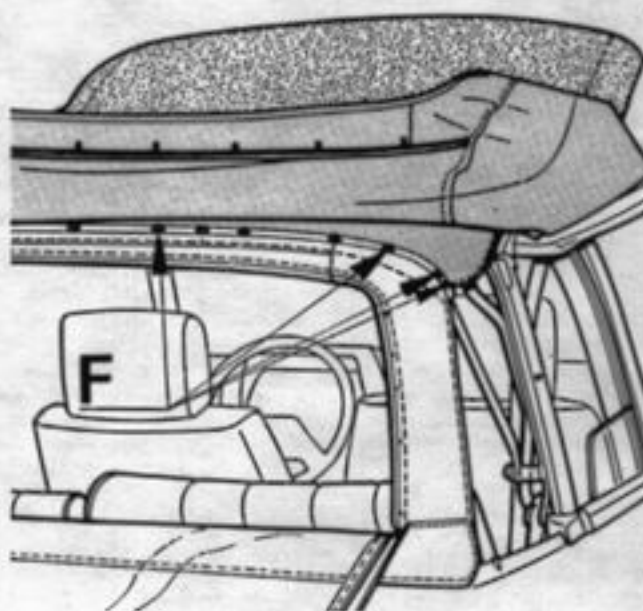

Figure 13
- Dégager la partie AR de la toile de capote, (figure 13)
- Déposer les 8 rivets de fixation de la lunette sur l'arceau AR (F, figure 13)